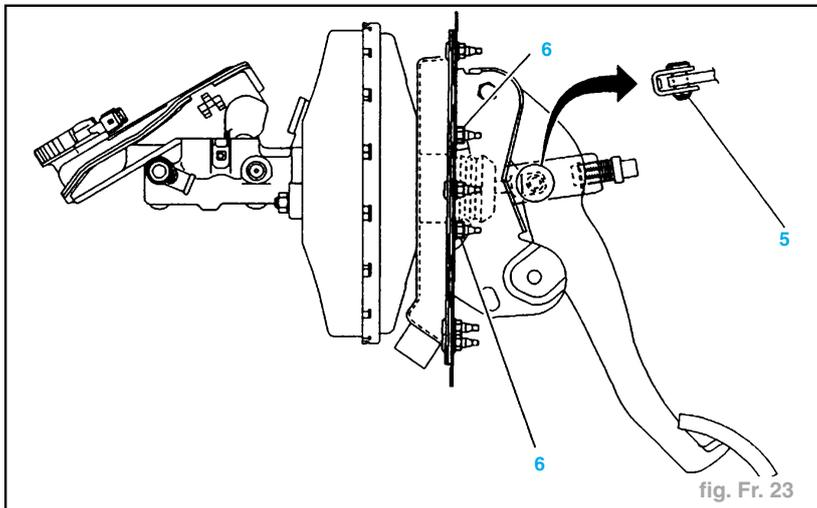

fig. Fr. 23
- l'axe (5) maintenu par une agrafe élastique (fig. Fr. 23)
- les écrous (6)